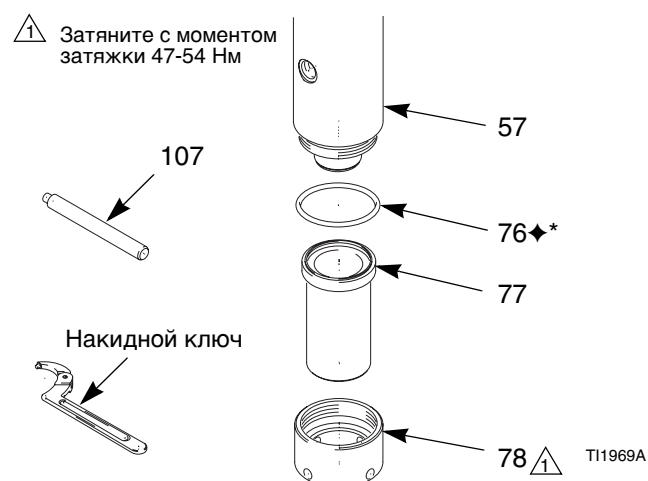
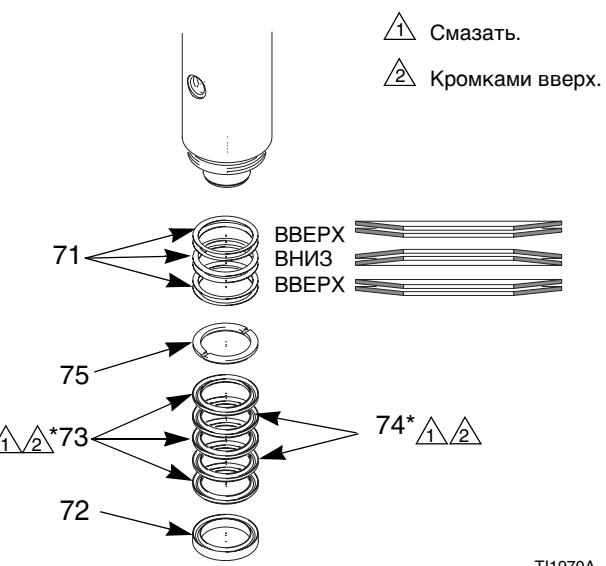
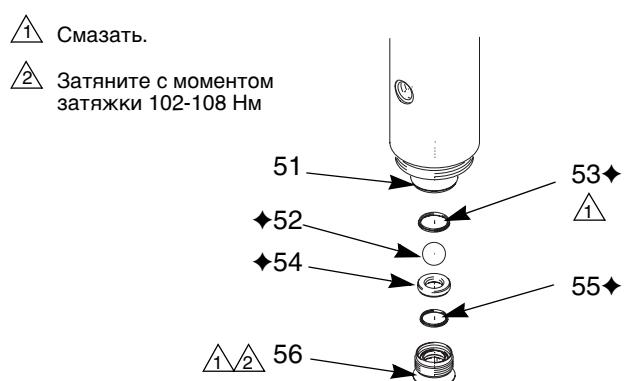

Рис. 13. Нижний цилиндр
Рис. 14. Уплотнения поршня
Рис. 15. Поршневой клапан
2. Воспользуйтесь поставляемым инструментом (107) или разводным ключом и свинтите соединительную гайку (78) с верхнего цилиндра (57), снимите ее с насоса. Снимите нижний цилиндр (77) и плоское уплотнение (76). Осмотрите внутреннюю поверхность цилиндра на наличие повреждений. См. Рис. 13.
3. Снимите уплотнения поршня. См. Рис. 14.
4. Свинтите корпус поршня (56) со штока (51). Разберите поршень. См. Рис. 15.
6. Установите кольцевое уплотнение (55◆) и седло (54◆) в корпус поршня (56). Установите кольцевое уплотнение большого размера (53◆). Смажьте кольцевое уплотнение (53◆) и резьбу поршня. Установите шар (52◆) на седло. Навинтите поршень на шток (51). Затяните его усилием в 102-108 Нм.
7. Установите уплотнение (76*◆) на нижний цилиндр (77). Установите охватывающий сальник (72),
v-образные уплотнения (73*, 74*) и охватываемый сальник (75) в цилиндр. Попеременно устанавливайте v-образные уплотнения так, чтобы кромки были направлены вверх. См. Рис. 14.
9. Соберите пружинные диски (71); два нижних должны быть направлены вверх, два средних – вниз, два верхних – вверх. Разместите пружину сверху уплотнительного набора.
10. Разместите нижний цилиндр (77) на конце штока поршня (51), надвинув уплотнительный набор на шток и внутрь верхнего цилиндра (57).
11. Наденьте соединительную гайку (78) на нижний цилиндр (77) и ввинтите ее в верхний цилиндр (57). Подтяните гайку накидным ключом. Затяните ее усилием в 47-54 Нм. См. Рис. 13.